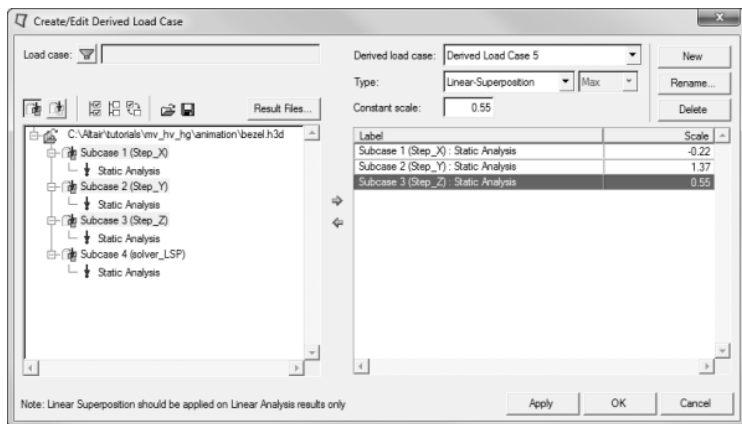

图 13-49 创建线性叠加载荷步
(3) 从左边载荷步列表中选择 Subcase 1 (Step_X)、Subcase 2 (Step_Y)和 Subcase 3 (Step_Z)。
(4) 单击箭头 (→) 按钮，把这些选择的载荷步添加到新的线性叠加载荷步中。
(5) 从派生载荷步表中高亮显示 Subcase 1 (Step_X): Static Analysis。
- (6) 输入-0.22 到 Constant scale: 并按 <Enter> 键。
- (7) 为 Subcase 2 (Step_Y): Static Analysis 和 Subcase 3 (Step_Z): Static Analysis 重复步骤 (5) ~ (6), 分别输入值为 1.37 和 0.55。
- (8) 确认 Type 被设置在 Linear-Superposition。
- (9) 单击 Apply 按钮来创建线性叠加载荷步, 如图 13-49 所示。